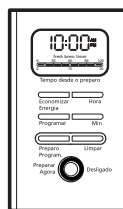

Figura 7
1. Assim que tiver completado todos os passos descritos na seção “Como adicionar água e o café moído” e já com a jarra e gaveta porta filtro em seus lugares, ligue a cafeteira pressionando o botão “Preparar Agora” (Figura 7) uma vez. A luz indicadora de “Preparar Agora” acenderá e piscará indicando que a cafeteira está ligada e preparando café.